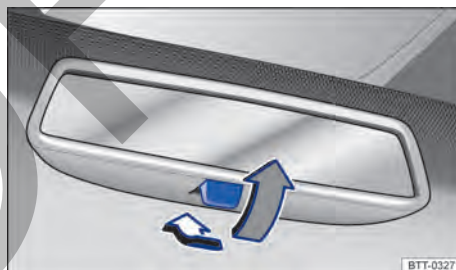

Fig. 77 En el parabrisas: espejo retrovisor interior antideslumbrante manual.
- Posición de noche: tirar de la palanca → fig. 77 (flecha gris), para evitar el deslumbramiento de los faros de los vehículos que circulan detrás.